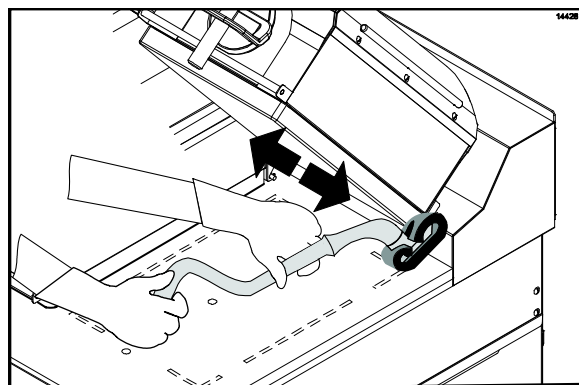

Figure 58
26. Frotter l'arrière des plaques, en commençant par la plaque de droite et en finissant par la plaque de gauche (Cf. Figure 58).